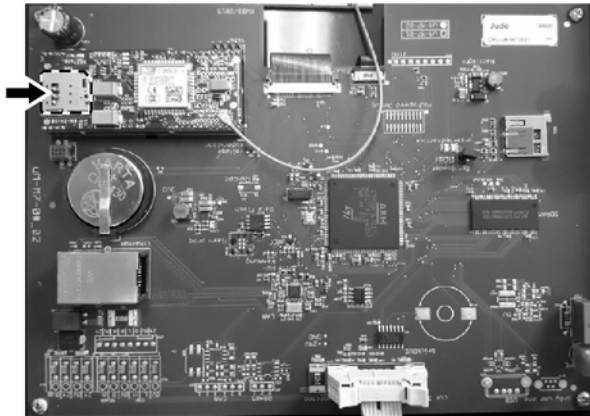

Abb. 16: Micro-SIM einlegen
- Micro-SIM-Karte vorsichtig in Pfeilrichtung bis zum Anschlag mit den Kontakten nach unten einführen (Abbildung 16).